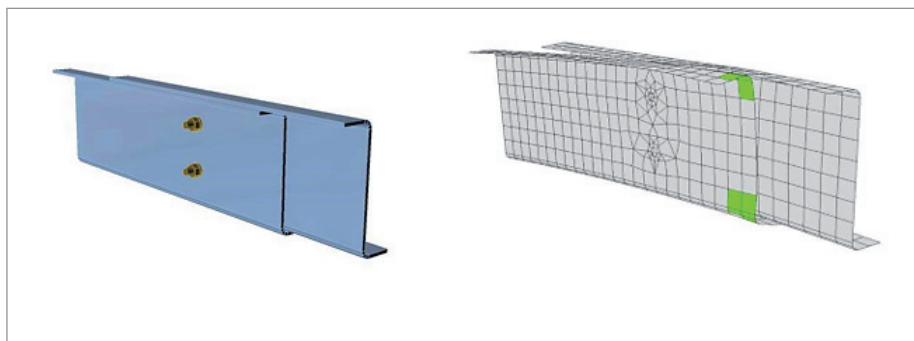

Рис. 8. Работа контактных зон между стенками и поясами Z-образных профилей
- **Контактные поверхности.** Контактные зоны между пластинами существенно влияют на распределение напряжений между элементами узла. Решатель автоматически определяет узлы расчетной схемы, проникающие в соседние пластины, и вычисляет распределение контактных напряжений между этими узлами и пластинами. Это позволяет создавать контактные зоны с разной сеткой на пластинах (рис. 8).